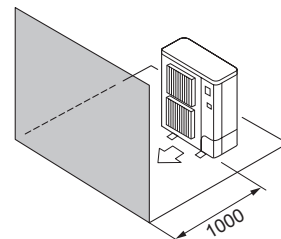

Fig. 2-9
- ④ Само препятствия отпред (Fig. 2-9)